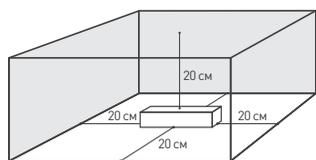
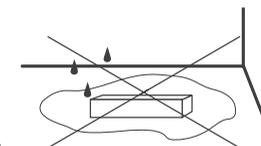

Рис. 2. Свободное пространство вокруг источника
Рис. 3. Максимальная допустимая нагрузка, % от мощности источника
- температура окружающего воздуха от -40 до +60 °С (см. график зависимости максимальной допустимой нагрузки на источник питания от температуры окружающей среды на рис. 3);
- 4.3. Для естественной вентиляции обеспечьте не менее 20 см свободного пространства вокруг источника питания, как изображено на рис. 2. При невозможности обеспечить свободное пространство используйте принудительную вентиляцию. В случае установки в ограниченном пространстве (например, лайтбокс или профиль) предусмотрите обеспечение требуемого температурного режима источника питания согласно рис. 3.
- 4.4. Не нагружайте источник питания более чем на 80% от его максимальной мощности. Учитывайте, что с повышением температуры окружающей среды максимальная мощность источника питания снижается, см. график зависимости на рис. 3.